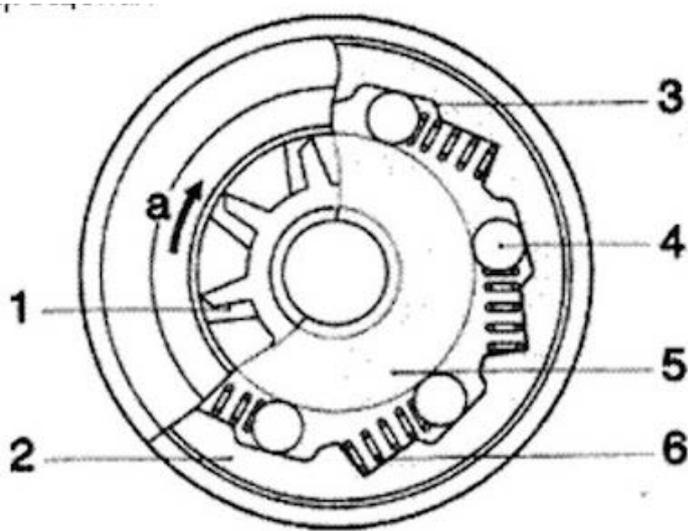

Рис.9.
- 12 Объясните устройство обгонной муфты (Рис.9).